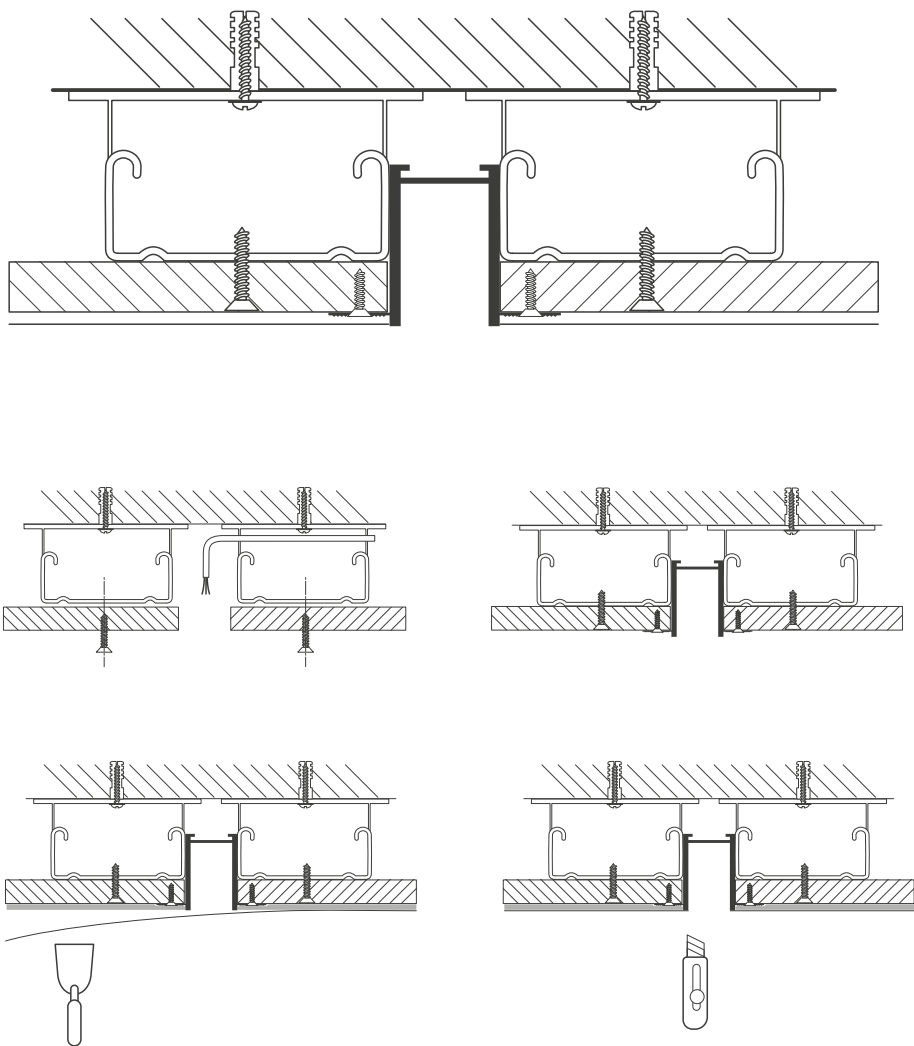

Рис. 2. Схема установки шинопровода
- 3.1. Подготовьте в монтажной поверхности нишу по размерам, указанным в таблице 2.1 (здесь и далее см. рис. 2).